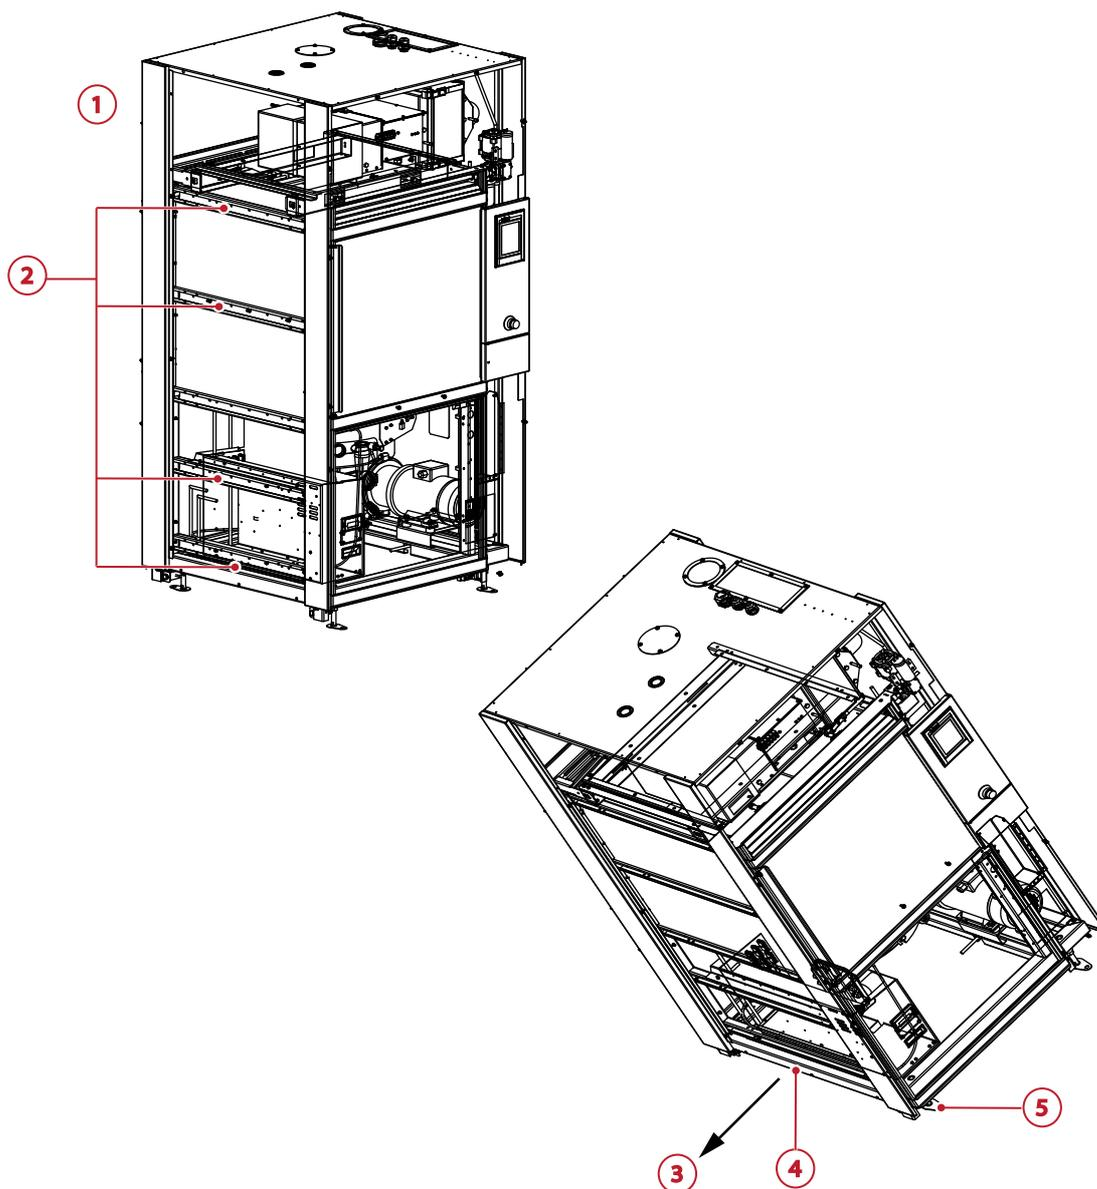

Fig. 4-4 Gerät umlegen
Das Gerät darf nur auf die linke Seite umgelegt werden. Siehe Fig. 4-4 "Gerät umlegen".
Vorgehensweise zu Fig. 4-4 "Gerät umlegen"
- ▶ Legen Sie am unteren Rahmen (Fig. 4-4 "Gerät umlegen" - Pos. 4) soweit unter, dass beim Aufstellen das Gerät nicht über die Stellfüße kippt und die Stellfüße (Fig. 4-4 "Gerät umlegen" - Pos. 5) nicht beschädigt werden.